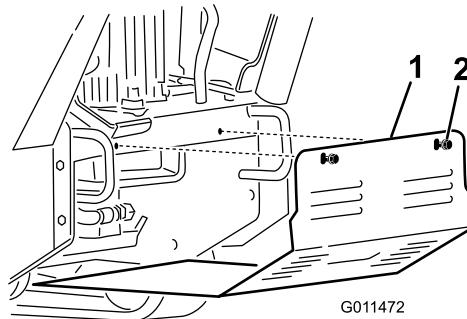

Figura 27
2. Desaperte os 2 parafusos que fixam o resguardo inferior sequencialmente, até o resguardo ficar livre (Figura 27).
2. Faça deslizar o resguardo inferior para a máquina de modo a que assente nas 4 patilhas (Figura 27).